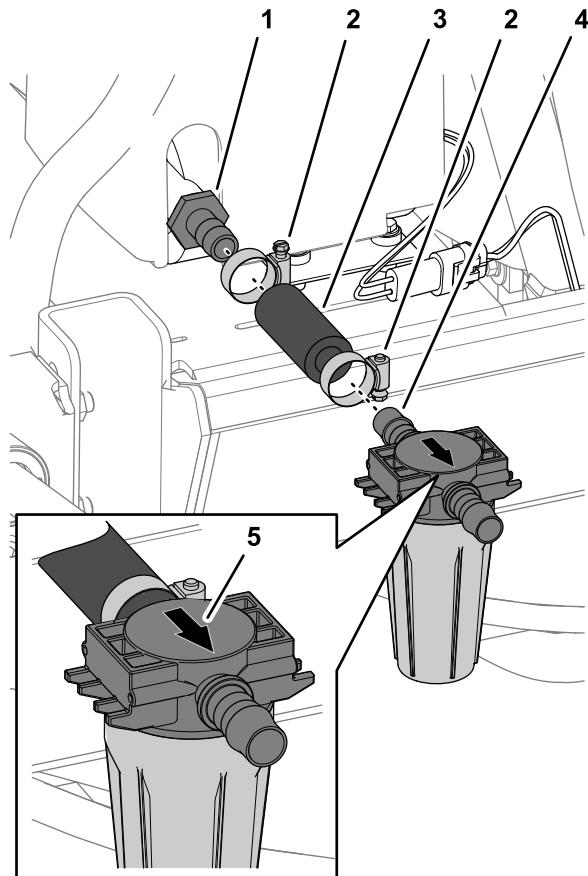
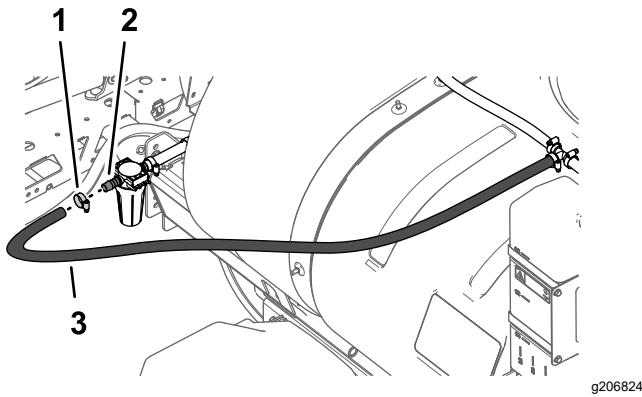

Bild 30
Bild 31
- Montieren Sie den Schlauch (20,3 cm), den Sie in Schniden des Schlauchs \(Seite 5\) abgeschnitten haben, mit einer Schlauchklemme am geraden, gezahnten Anschlussstück außen an der Spülbehälterpumpe außen und ziehen Sie die Klemme mit der Hand an (Bild 30).
- Montieren Sie das gerade, gezahnte Anschlussstück am Zulauf des Filterkopfs (Filter) mit einer Schlauchklemme lose am Schlauch (20,3 cm) (Bild 30).
- Montieren Sie das freie Ende des Schlauchs (1,9 cm x 180 cm) mit einer Schlauchklemme am geraden, gezahnten Anschlussstück am Auslauf des Filterkopfs (Bild 31).
5. Passen Sie die Stellung des Filterkopfs so an, dass die Schale der Filterbaugruppe vertikal ist, und ziehen Sie die zwei Schlauchklemmen mit der Hand an (Bild 30 und Bild 31).